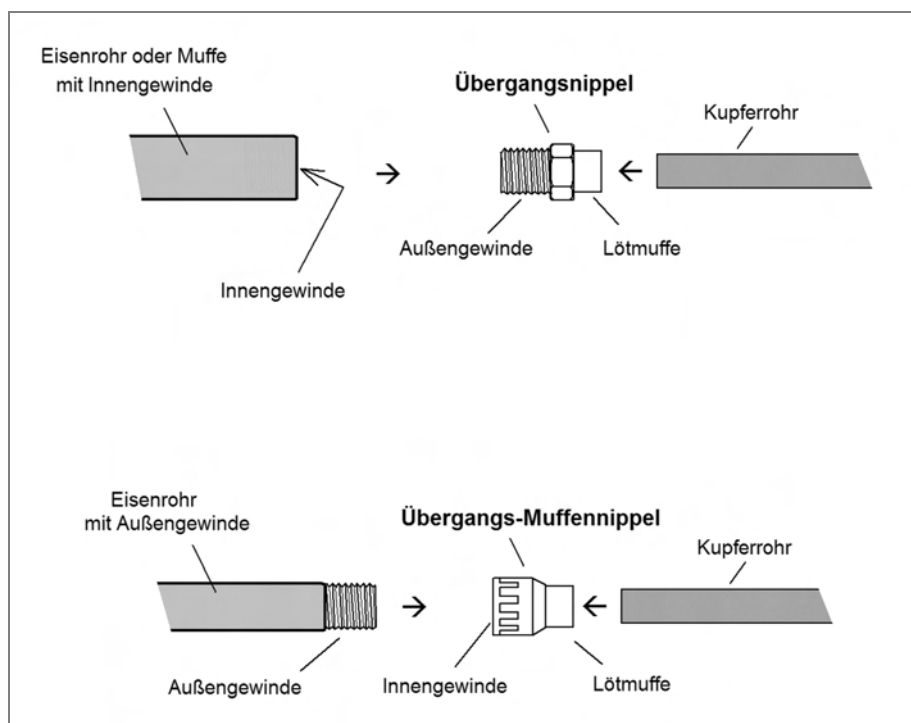

Abb. 83: Löt- & Schraub-Übergangsnippel
5. Übergangs-Nippel und Übergangs-Muffennippel, die an einer Seite mit einem Gewinde und an anderer Seite mit einer Lötstufe versehen sind, ermöglichen die Verbindung eines Eisenrohres (Stahlrohres), bzw. einer Eisenmuffe mit Gewinde, mit einem Kupferrohr. Neben verschiedenen Übergangs-Nippeln bietet der Handel eine große Auswahl an verschiedensten Verschraubungen, die an einem Ende für eine Lötverbindung und am anderen Ende für eine Schraubverbindung ausgelegt sind. Die Schraubverbindungen sind wahlweise entweder als Aufschraubverbindung (mit Innengewinde) oder Einschraubverbindung (mit Außengewinde) ausgeführt (siehe hierzu Abb. 83).
Für einfache axiale Verbindungen gibt es zu diesem Zweck wahlweise Übergangsnippel und Übergangs-Muffennippel nach Abb. 83. Die Löt muffen sind für Kupferrohre von \varnothing 10 mm bis \varnothing 54 mm und die Verschraubungen für Zoll-Gewinde von 3/8" bis 2" in verschiedenen Kombinationen erhältlich – worunter z. B. \varnothing 15 mm auf 1/2", \varnothing 15 mm auf 3/4", \varnothing 18 mm auf 1/2", \varnothing 18 mm auf 3/4" usw.